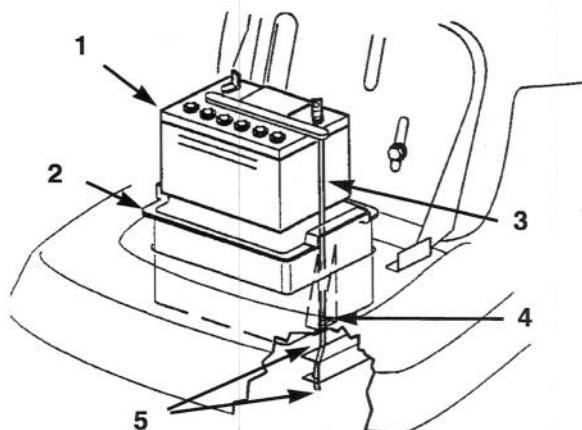

Fig. 21
5. Rimuovete il vaso contenitore della batteria, la batteria ed il tubetto lungo di sfiato dal telaio (Fig. 21).
1. Inserite la batteria nel vaso contenitore, quindi inserite il tubetto di sfiato nella scanalatura ed attraverso la fessura in fondo al vaso contenitore (Fig. 21).
**IMPORTANTE:** Guardate nella feritoia dove il vaso contenitore della batteria si inserisce nel telaio, ed osservate il foro in fondo all'elemento destro del telaio (Fig. 21). Inserite sempre il tubetto lungo di sfiato della batteria attraverso questo foro per impedire che l'acido della batteria non corroda il trattorino o il tosaerba.